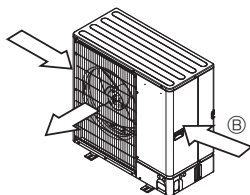

Fig. 2-5
- ③ Se possibile, posizionare l'unità in modo che la bocca di uscita soffi perpendicolarmente alla direzione del vento stagionale. (Fig. 2-5)
- ④ Guida per la bocca di uscita dell'aria
⑤ Direzione del vento